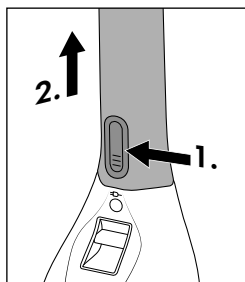

Fig. 3
- ◆ Premere il tasto di sblocco **3** ed estrarre con cautela l'impugnatura lunga **2** dal blocco motore **8** (vedere fig. 3).